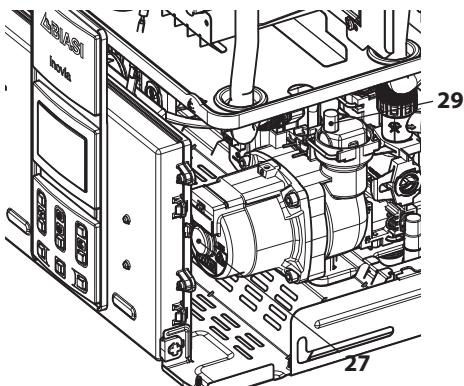

Рисунок 6.3
- Ослабить пробку автоматического воздухо-выпускного клапана 29, см. Рисунок 6.3.
- Снять пробку 27, см. Рисунок 6.3, и разблокировать насос, повернув ротор отверткой.